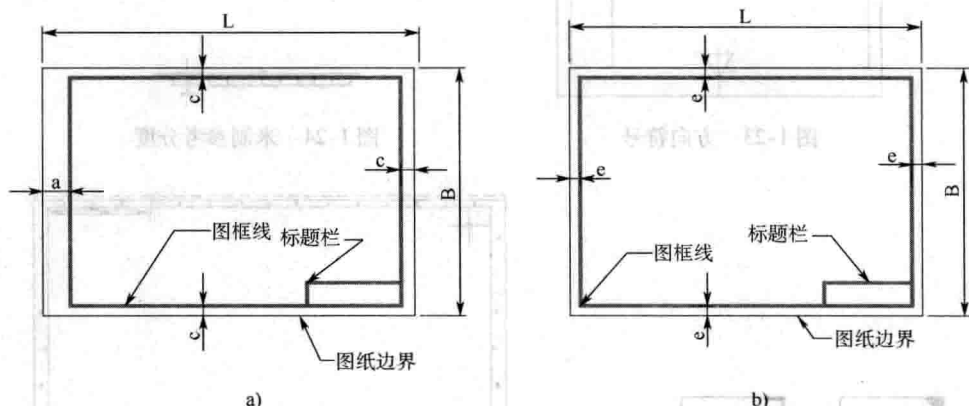

图 1-22 图纸幅面
(1) 图纸幅面 图纸幅面形式如图 1-22 所示,基本尺寸见表 1-1。当需要加长图纸时,只可对长边加长,并且要符合表 1-2 所示的规定。